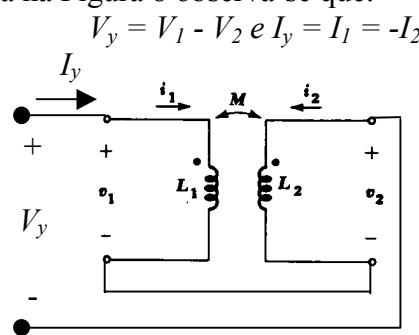

Figura 8
Para a situação indicada na Figura 8 observa-se que:
Utilize o esquema indicado na Figura 8 para aplicar uma tensão qualquer ($3-7 \text{ V}_{\text{rms}}$) senoidal em 60Hz para V_y . Meça a corrente I_y e com a equação (11) calcule o módulo de Z_y . Insira os dados na Tabela 5.